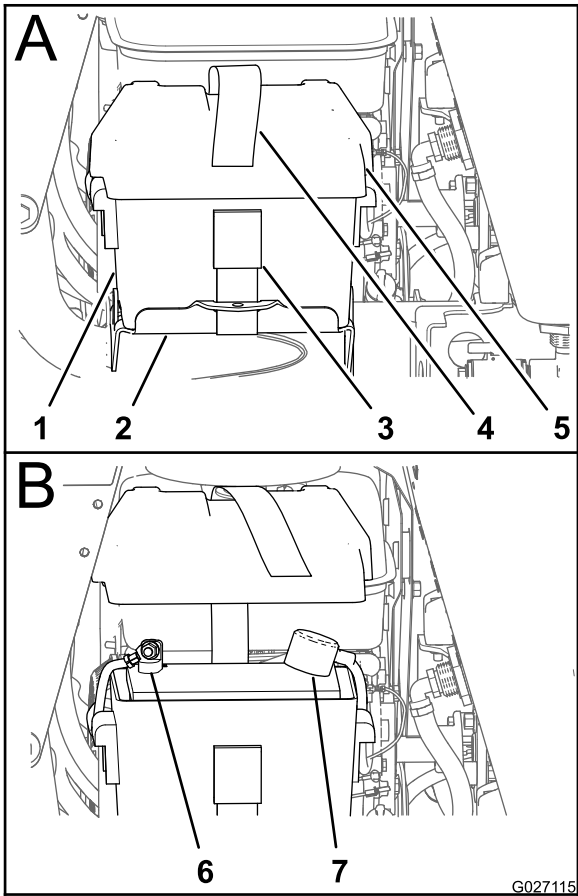

Figure 76
- 2. Sortez l'extrémité libre de la sangle de la batterie de la boucle et enlevez le couvercle du bac de la batterie (Figure 76).
- 5. Si le câble positif est également débranché, reliez le **câble positif (rouge)** à la borne positive de la batterie et placez le capuchon sur la borne positive (Figure 76).
- 7. Alignez le couvercle sur le bac de la batterie et fixez le couvercle et le bac sur le support de la batterie à l'aide de la sangle (Figure 76).
2. Déposez le couvercle de la batterie (Figure 76); voir l'opération 2 de Contrôle de la charge de la batterie \(page 63\).
- Alignez le couvercle sur le bac de la batterie et fixez le couvercle et le bac sur le support de la batterie à l'aide de la sangle (Figure 76).